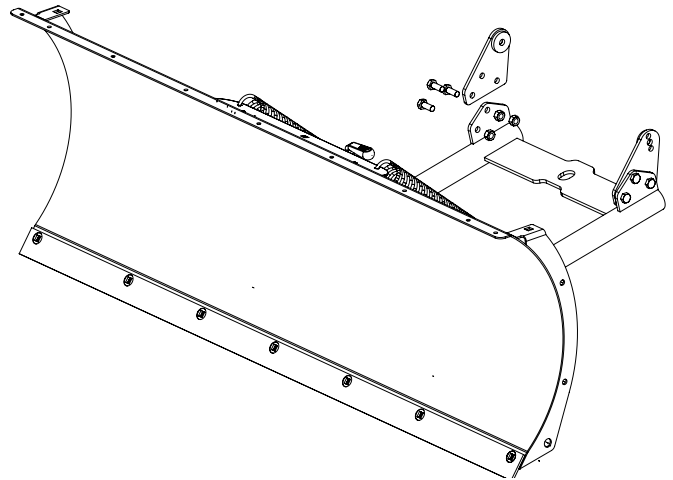

Figure 1
2. Retirez les brides du tube poussoir. Voir la figure 1.